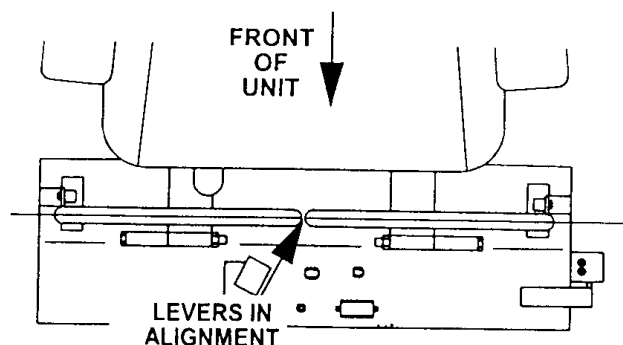

Abbildung 4
5. Wenn die Enden der Hebel in Fahrposition gegeneinanderschlagen (Abb. 4) (Hebel soweit wie möglich hereingedreht), die Hebel zur Einstellung nach außen auf Neutralsperrenposition schieben und vorsichtig nach außen biegen. Die Hebel wieder zurück auf Fahrposition schieben und kontrollieren. Den Vorgang nach Bedarf wiederholen.